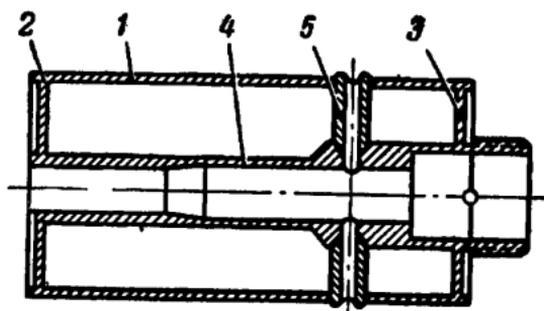

Рис. 5. Корпус гранаты (в разрезе):
13. В дне и крышке **корпуса** (рис. 5) закреплен ствол. Выступающий из корпуса конец стволика имеет: внутри — патронник для помещения запала, снаружи — резьбу для навинчивания рукоятки. В средней части стволика имеются два отверстия для выхода пороховых газов в случае падения гранаты дном на мягкий грунт.